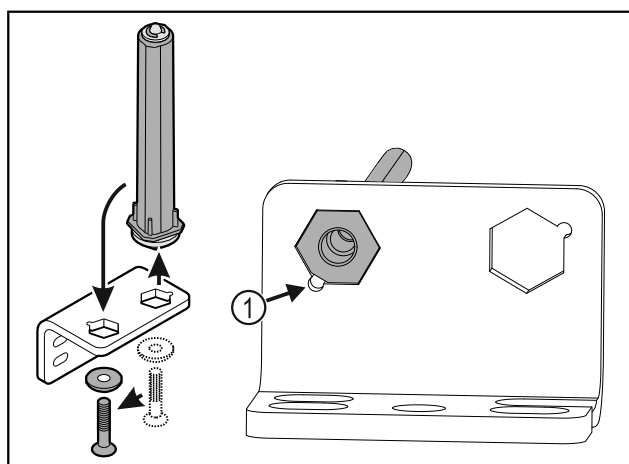

Fig. 35
- ▶ Zwrócić uwagę, aby podczas wkładania ścięcie sworznia Fig. 35 (1) było skierowane na okrągły otwór.